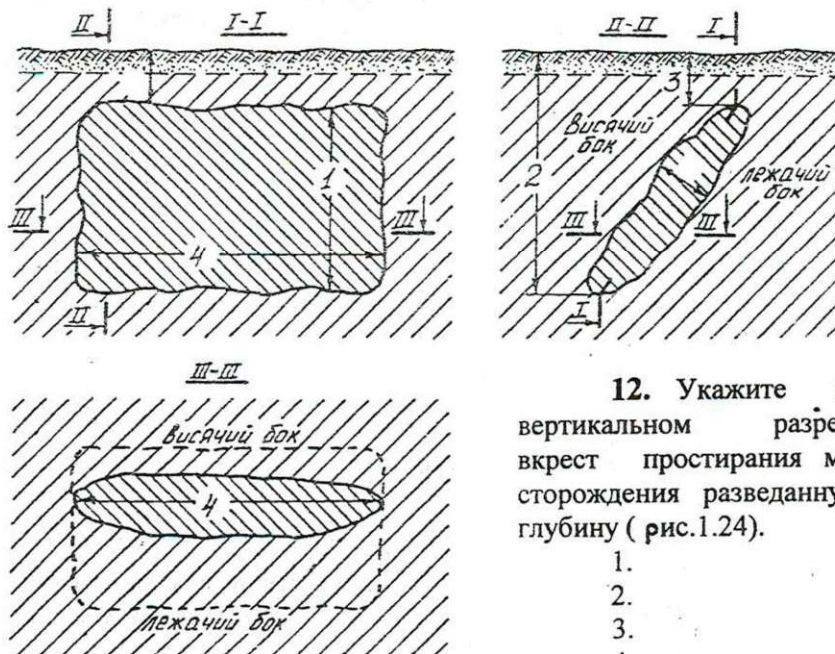

Рис. 1.24
12. Укажите на вертикальном разрезе вкrest простираия месторождения разведанную глубину (рис.1.24).